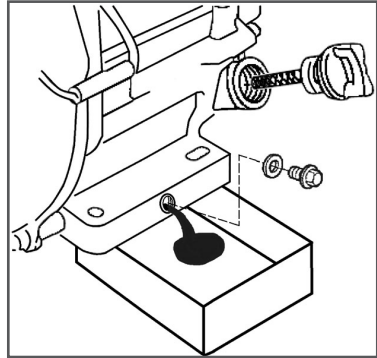

Рис. 13 Замена масла в двигателе
4. Открутите пробку для слива масла и слейте отработанное масло в подготовленную для этого емкость (Рис. 13).